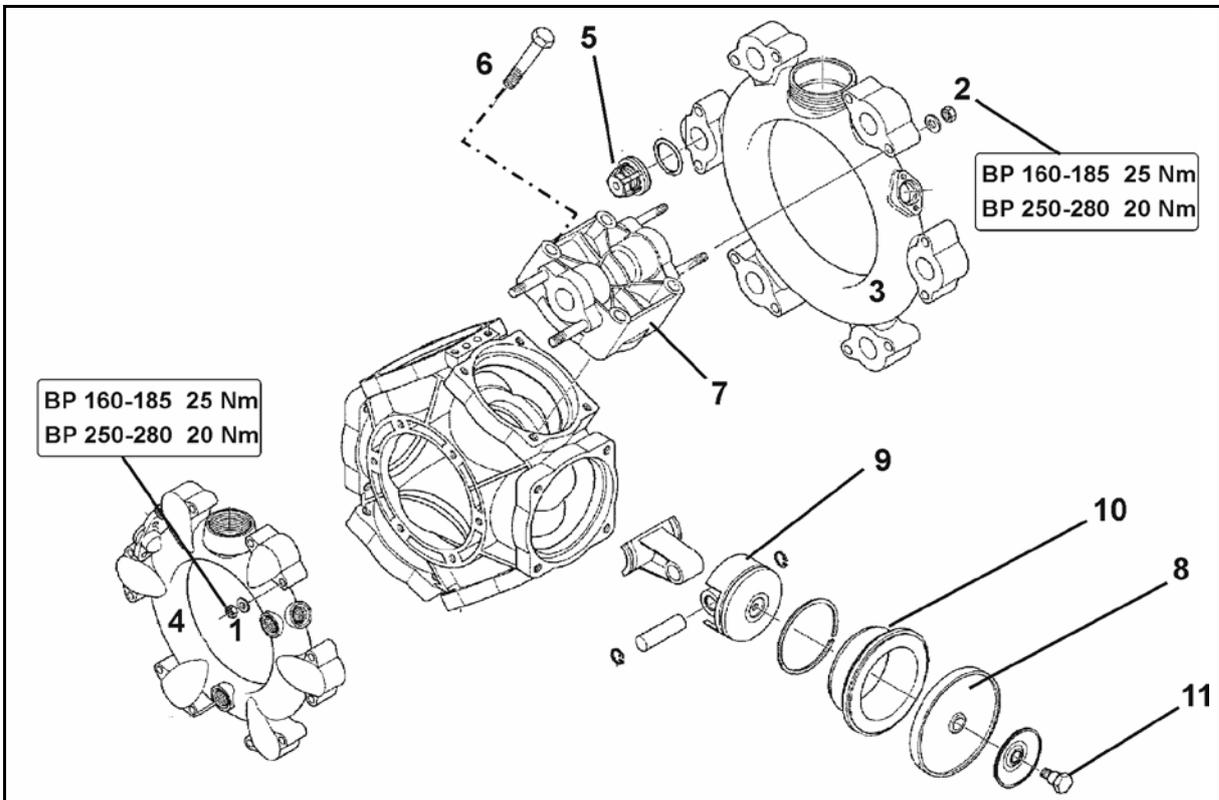

Fig. 186
De vez en cuando, comprobar el asiento de la corredera (Fig. 186/7).
- Para ello, insertar la corredera en el cuerpo de la tobera (Fig. 186/2) todo lo que permita la presión ejercida con el pulgar.
1. Colocar el filtro de tobera (Fig. 186/1) por la parte inferior del cuerpo de la tobera (Fig. 186/2).
2. Insertar la tobera (Fig. 186/3) en la tuerca de bayoneta (Fig. 186/4).
3. Insertar la junta de goma (Fig. 186/5) por encima de la tobera.
Los depósitos en el asiento de la membrana (Fig. 186/6) son la causa que provoca una desconexión de las toberas **con** goteo con el varillaje desconectado. De ser este el caso, limpiar la membrana como se indica a continuación:
1. Extraer la corredera (Fig. 186/7) del cuerpo de la tobera (Fig. 186/2) en dirección hacia la tuerca de bayoneta.
2. Extraer el elemento tensor (Fig. 186/8) y la membrana (Fig. 186/9).